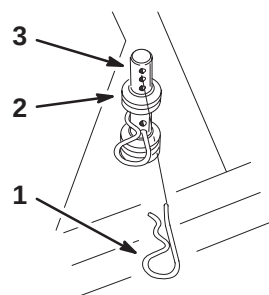

Bild 11
- Bringen Sie an der dem Schalldämpfer gegenüber liegenden Seite die zusätzlichen Scheiben und Splinte an den vorderen und hinteren Schnitthöhenstiften an (Bild 11).